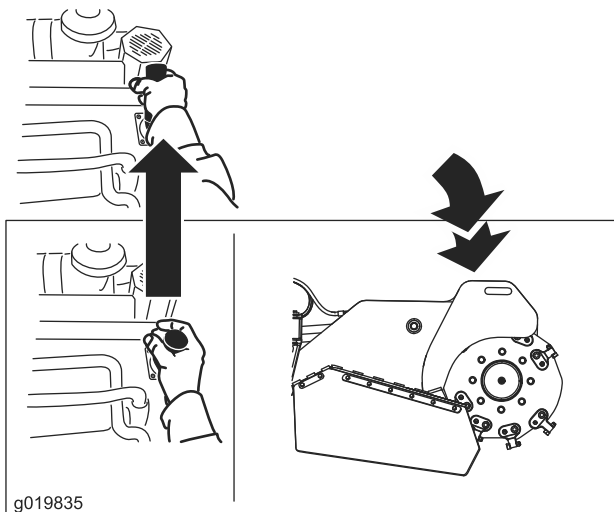

Bild 15
- Schieben Sie den Hebel nach vorne, um die Fräse abzusenken (Bild 15).